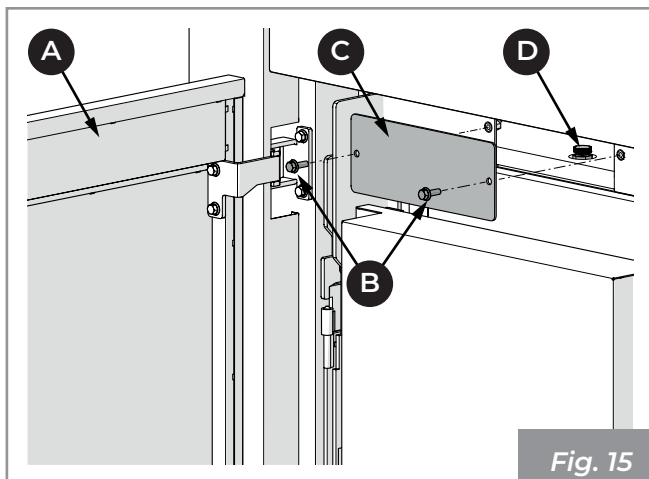

Fig. 15
- abrir la puerta **(A)**, destornillar los dos tornillos **(B)** y retirar la tapa **(C)** para acceder a la válvula de ventilación **(D)**, en caso de que el aire presente en la caldera deba ser eliminado durante la fase de carga de la instalación **(Fig. 15)**.